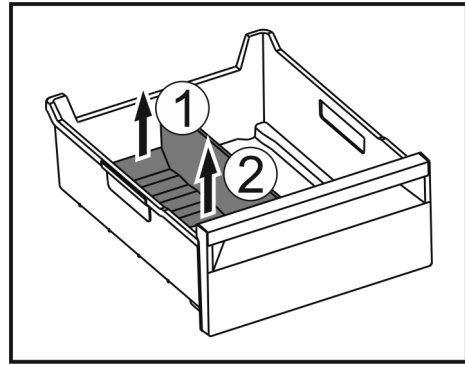

Fig. 186
- 提升冰格分隔器后部。 Fig. 186 (1)
- 向上取出冰格分隔器。 Fig. 186 (2)